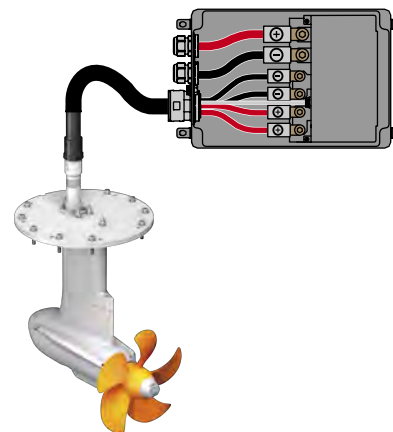

Fig. 53: Cablaggio box elettronica
1. Allentare le viti (1) del box elettronica, in modo da poterlo aprire.
4. Collegare i cavi di potenza ai rispettivi poli (rosso = +, nero = -; 10 Nm), **vedere "Fig. 53: Cablaggio box elettronica"**.
5. Collegare il cavo del motore al collegamento di comando del motore (6).